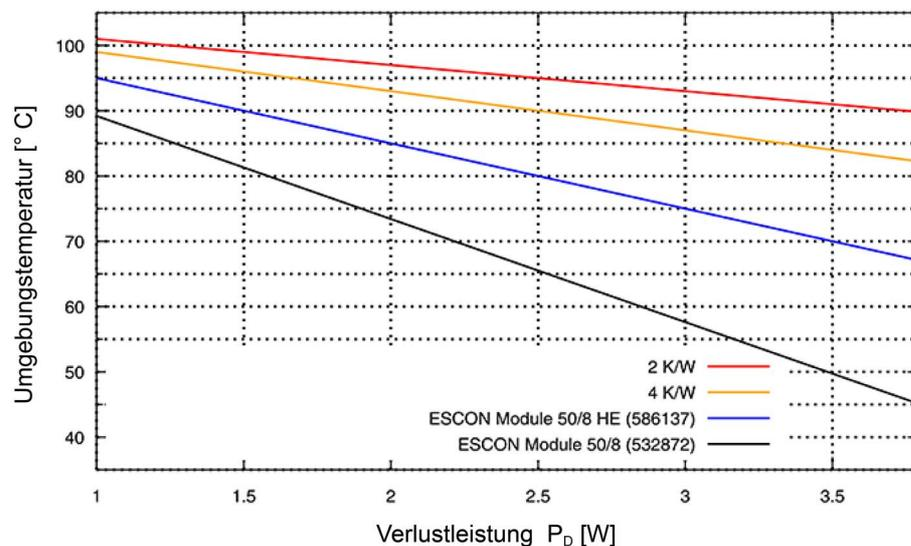

Abbildung 2-2 Derating Umgebungstemperatur / erforderlicher Kühlkörper
Erweiterter Bereich *1)	6'000...10'000 m MSL Derating: Umgebungstemperatur (→ Abbildung 2-2) abzüglich 11 °C
- 3) → **Abbildung 2-2**